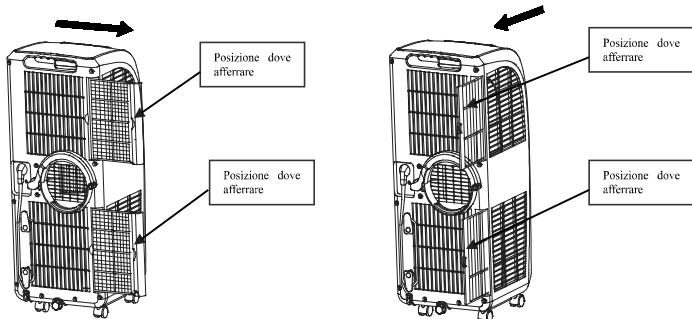

Figura 15
(1). Afferrare il telaio del filtro dell'evaporatore e del condensatore ed estrarli gentilmente nella direzione indicata dalla freccia (come mostrato nella figura 15).